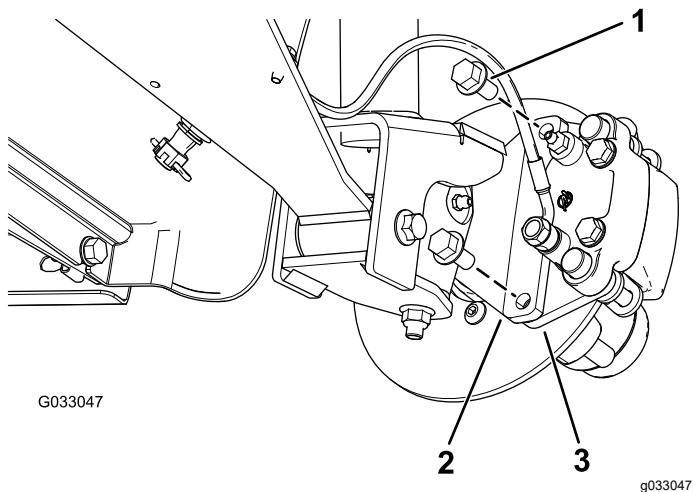

Figure 30
3. Retirez les boulons à embase ($\frac{3}{8} \times \frac{3}{4}$ po) qui fixent le support du frein à la fusée et séparez le frein de la fusée (Figure 30).
2. Placez les plaquettes de frein de chaque côté du disque (Figure 30), puis alignez les trous du support d'étrier et les trous du support de frein sur le porte-fusée (Figure 34).
3. Fixez le support d'étrier au porte-fusée (Figure 30) à l'aide des 2 boulons à embase ($\frac{3}{8} \times \frac{3}{4}$ po). Serrez les 2 boulons à embase à un couple de 47 à 54 N·m (35 à 40 pi-lb).